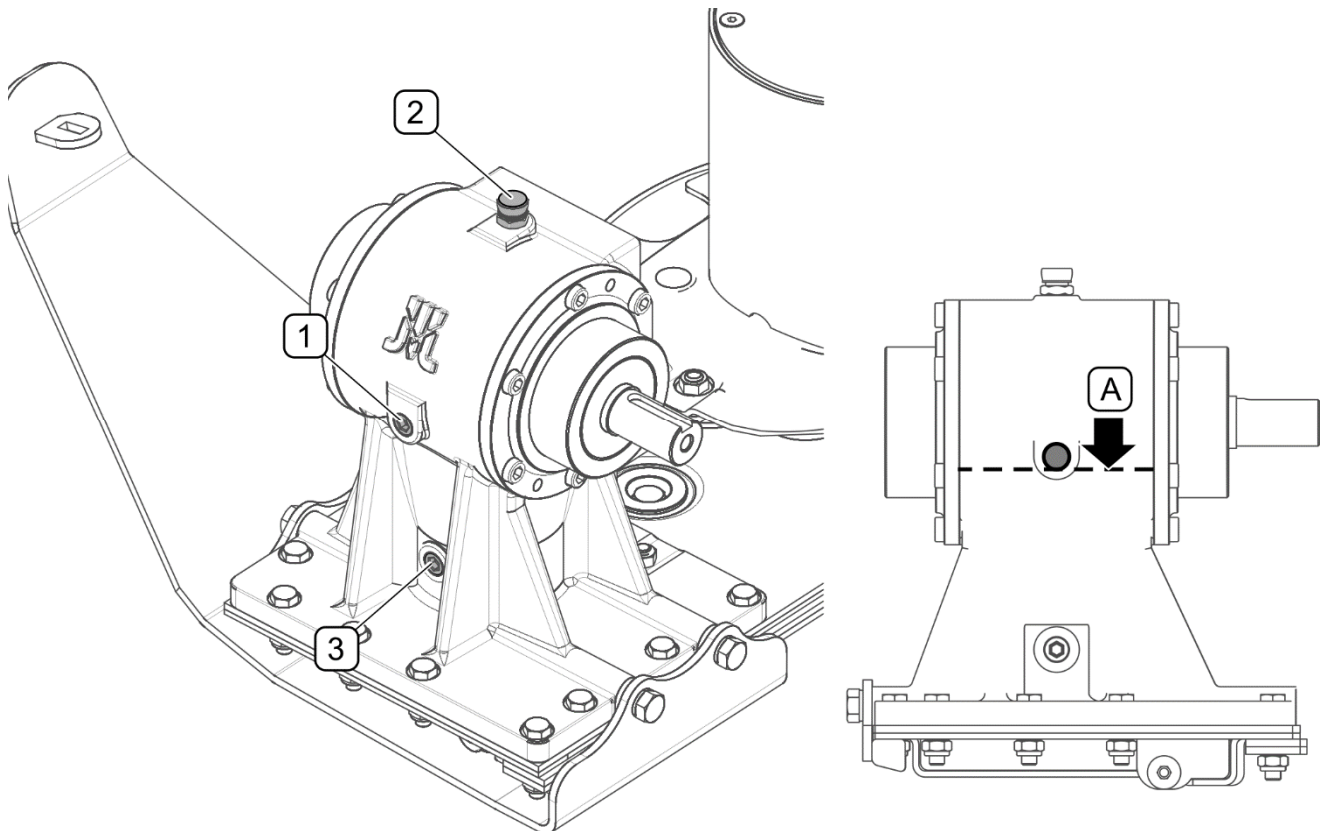

ABBILDUNG 5.4 Prüfung und Wechsel von Öl im Kegelradgetriebe
- Die Kontrollschraube (1) herausschrauben (ABBILDUNG 5.4).
- Der Ölstand muss bis zum unteren Rand der Schraubenöffnung (1) reichen,
- Die Kontrollschraube (1) und Ablassschraube (3) herausschrauben (ABBILDUNG 5.4).
- Das Öl einen zuvor bereitgestellten Behälter ablaufen lassen und die Ablassschraube (3) festziehen;
- Das Öl über die Schraube (2) bis zum unteren Rand der Öffnung der Kontrollschraube einfüllen.
- Die Einfüllschraube (2) und Kontrollschraube (1) einschrauben.